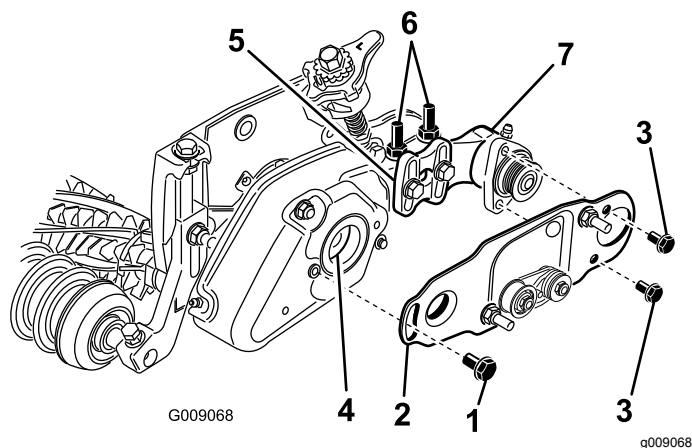

Рисунок 27
подшипника щетки катка к монтажному кронштейну щетки катка (Рисунок 27).
13. Установите поворотную пластину щетки катка (Рисунок 27). Убедитесь в том, что втулка сохраняет правильное положение в корпусе подшипника, когда в нее вставляется выступ поворотной пластины.
14. Нанесите состав Loctite 243 (синий) на 2 болта (5/16 x 5/8 дюйма) и используйте болты для установки пластины щетки на корпус подшипника щетки катка (Рисунок 27). Затяните болты с моментом от 20 до 26 Н·м.
- Ослабьте 2 фланцевые контргайки, крепящие монтажный кронштейн щетки катка к боковой пластине режущего блока (Рисунок 27).
- Поверните корпус подшипника щетки катка так, чтобы пластина щетки была параллельна боковой пластине режущего блока (Рисунок 27).
- Затяните 2 фланцевые контргайки, крепящие монтажный кронштейн щетки катка к боковой пластине режущего блока (Рисунок 27).
19. Нанесите на болт с буртиком состав Loctite 243 (синий) (Рисунок 27). Прикрепите пластину щетки к крышке механической щетки с помощью болта с буртиком. (Рисунок 27). Затяните болт с моментом от 20 до 26 Н·м.